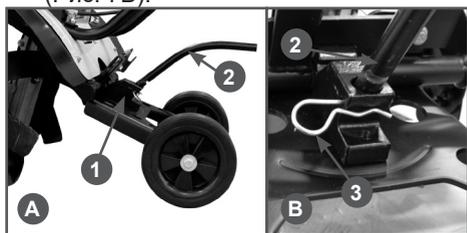

Рис. 7 Установка сошника в транспортное положение
- Вставьте сошник 2 в кронштейн 1 сошника (Рис. 7А). Совместите отверстия в кронштейне и в сошнике, вставьте в отверстие шплинт 3 (Рис. 7В).